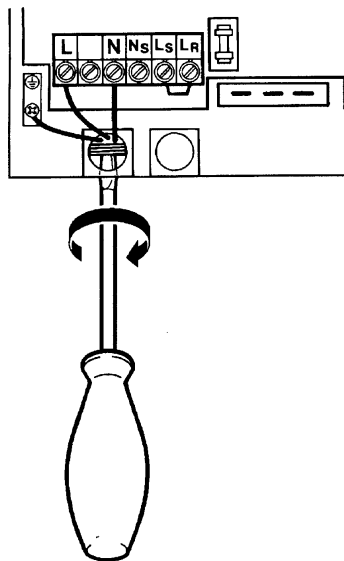

Рис.15
- Кабель провести сквозь фиксирующие отверстие и подключить согласно рис. 15.